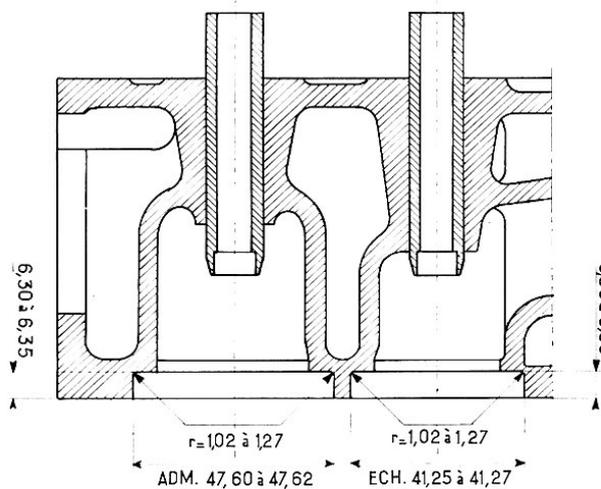

Fig. 7
- 1° En utilisant l'alésage des nouveaux guides comme centrage de référence, usiner dans la culasse des lamages destinés à recevoir les sièges rapportés, en respectant les cotes données, figure 7.